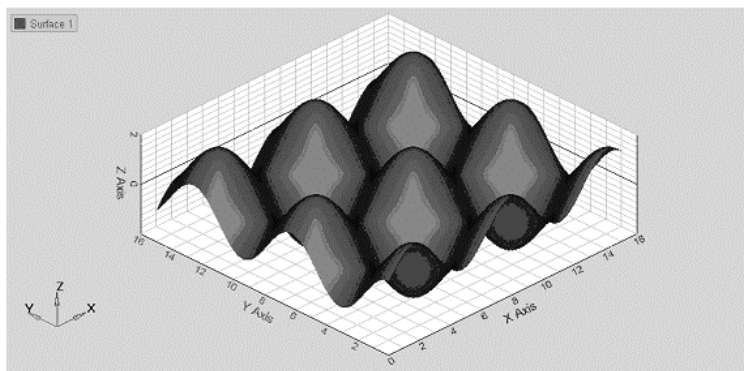

图 13-125 打开 mvw 文件
- (1) 通过主菜单依次选择 **File > Open > Session**。
- (2) 打开文件 **Curve_Attributes_Surface.mvw**，结果如图 13-125 所示。